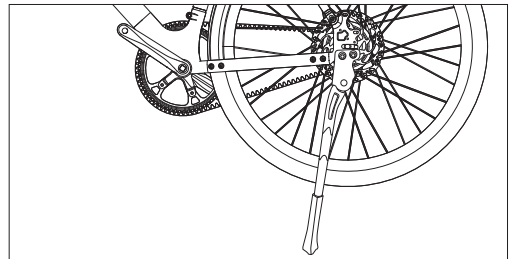

Figura 10-1
- a. Afloje los tornillos y las arandelas y, a continuación, retirelos de la puntera, tal como se muestra en la **Figura 10-1**.